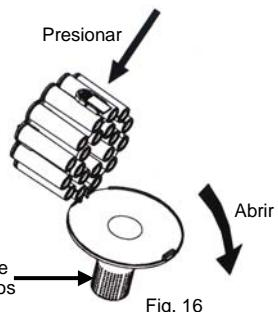

Fig. 16
1. Sostenga la cámara cyclónica desde arriba sobre un cesto de basura y presione el botón para abrir su base y vaciar la tierra. (Fig. 16)